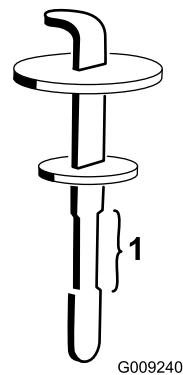

Figura 83
4. Retire la varilla del cuello de llenado y límpiala con un paño limpio. Inserte la varilla en el cuello de llenado; luego retírela y compruebe el nivel del aceite. El nivel del aceite debe estar dentro del intervalo de operación segura de la varilla (Figura 83).